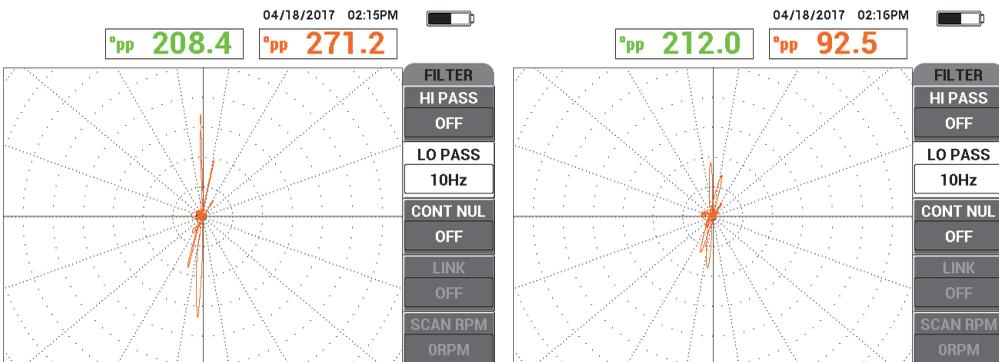

Figura 5-206 Escaneo con un filtro de paso bajo de 10 Hz (*izquierda*) y con una velocidad de escaneo muy alta (*derecha*)
3. Escanee el tubo para hallar los defectos (vea la Figura 5-206 en la página 298).